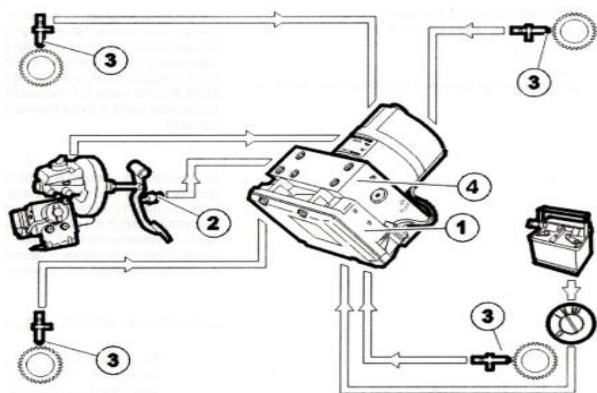

Figura 4 – Elementos constituintes do sistema ABS ^[4]
A figura 4 representa os constituintes do sistema ABS. O módulo de comando dos travões (1) regista a aceleração e a desaceleração das rodas. Os 4 sensores das rodas (3) (um em cada roda) dão ao módulo de comando dos travões informações sobre a velocidade de rotação das rodas. O módulo de comando dos travões utiliza estas informações para calcular a velocidade do veículo. O módulo de comando transmite o sinal na rede da área do controlador (CAN) onde este pode ser acedido por outros sistemas.